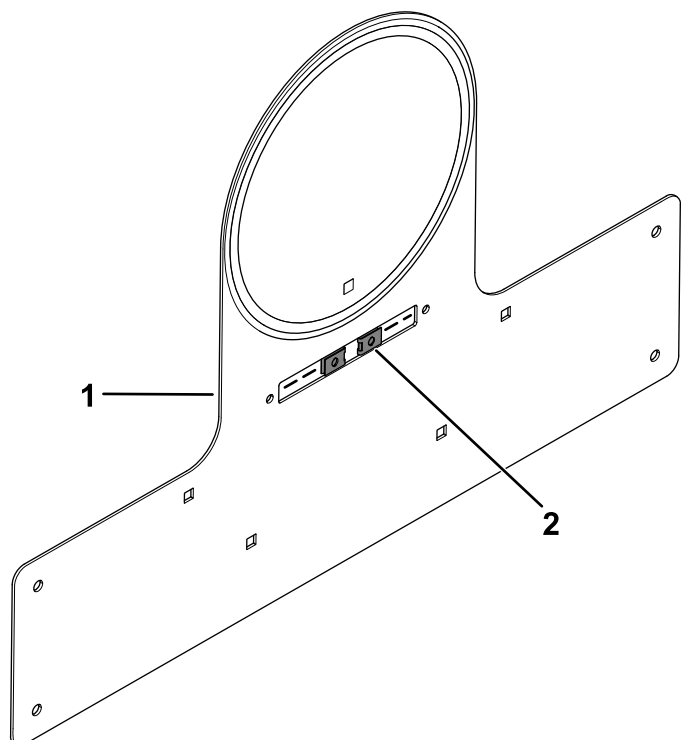

Figura 26
6. Montai cele 2 piulie de viteză pe suportul plăcii de viteză (Figura 26).